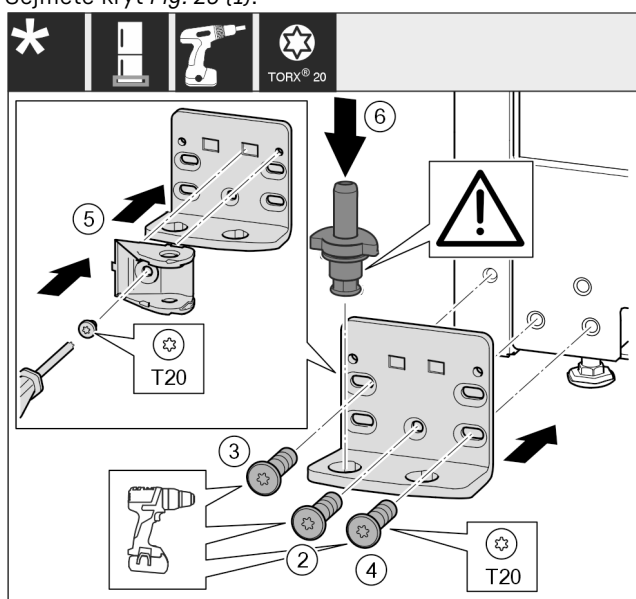

Fig. 24
- Nasadte stojan ložiska na druhé straně a přišroubujte pomocí šroubováku. Začněte šroubem Fig. 24 (2) dole uprostřed.
- Utáhněte šroub Fig. 24 (3) a šroub Fig. 24 (4).
- Spojení tlumiče zavírání Fig. 24 (5) otočte o 180°. Šroubovákem přišroubujte na druhé straně stojanu ložiska.
- Zcela vložte ložiskový čep Fig. 24 (6). Přitom dávejte pozor, aby zajišťovací vačka směřovala dozadu.